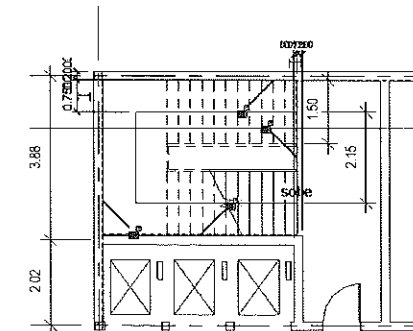

Figura A.91 – Desenho da abertura.
3. Em seguida, na janela **Propriedades**, em **Restrição da base** insira **Térreo** e em **Restrição superior** insira **Acima para o nível: Pav 5**; você está agora no modo de desenho. Com a ferramenta de retângulo desenhe um retângulo do mesmo tamanho da escada, Figura A.91, e clique em **Concluir**. Visualize a abertura em todos os pavimentos na vista 3D.